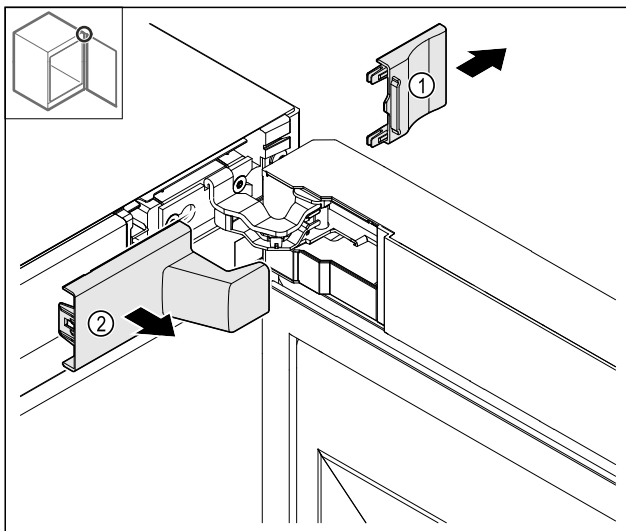

Fig. 13
- Poista suojus Fig. 13 (1) ja poista sen jälkeen Fig. 13 (2).